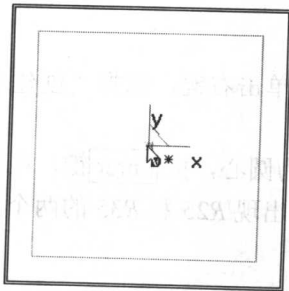

图 0-4 点的捕捉
- ③ 移动光标到屏幕中心的 XOY 坐标原点位置，待光标提示由变为时，单击左键确定，绘制以原点为中心的 120×120 的矩形，如图 0-4 所示。单击右键退出矩形绘制命令。